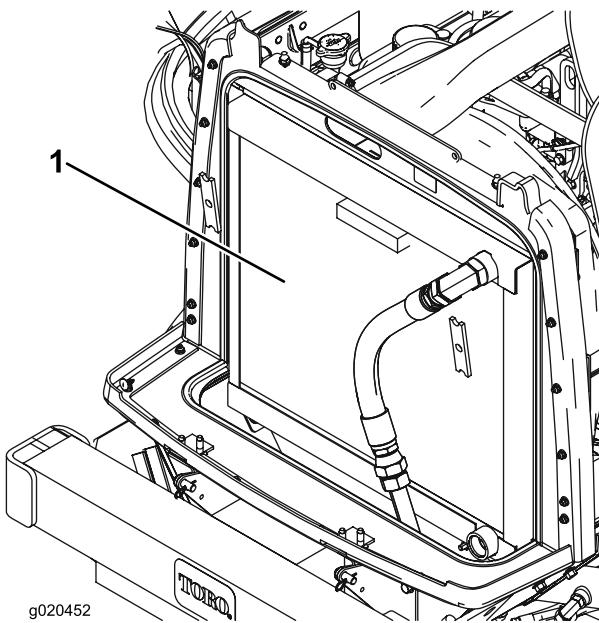

Figura 65
3. Limpe ambos os lados do radiador/dispositivo de arrefecimento de óleo com ar comprimido (Figura 65).